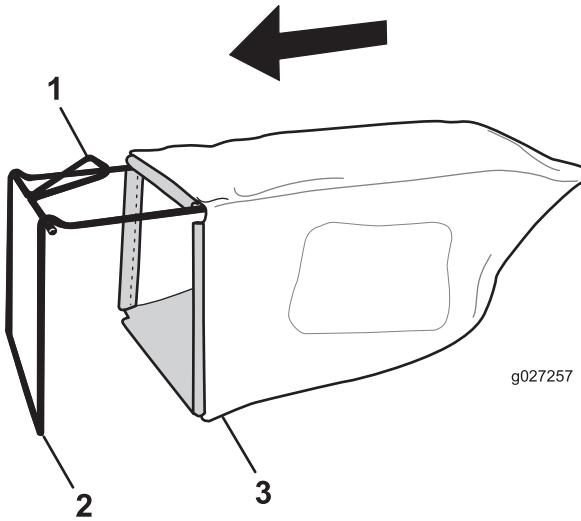

Figura 6
- Coloque la bolsa de recogida sobre el bastidor, según se muestra en la Figura 6.
Nota: No coloque la bolsa sobre el manillar (Figura 6).